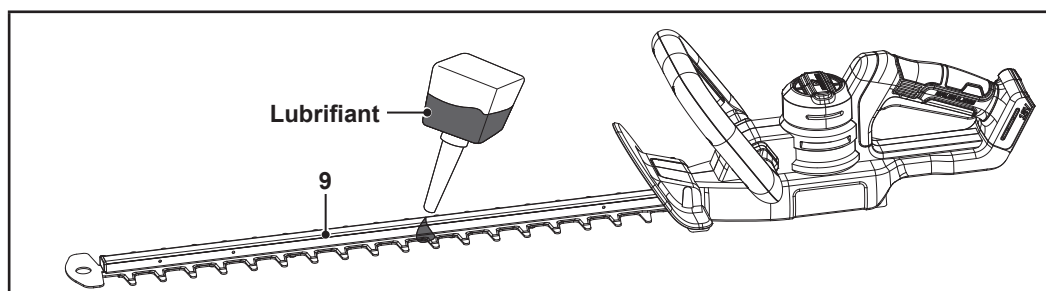

Fig. 8
- Suprafețele interne ale lamei (9) necesită lubrifiere periodică în timpul operării (fig. 8).
- Suprafețele interne și externe ale lamei (9) necesită lubrifiere înainte de depozitare (fig. 8).